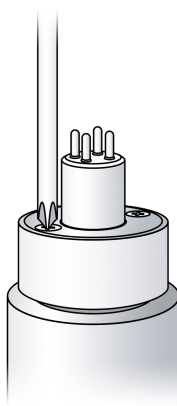

Fig. 2
- Collegare il raccordo dell'acqua pura (Fig. 2)